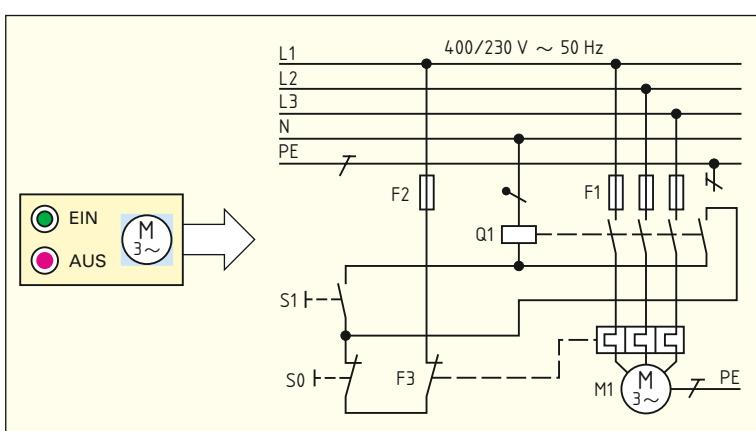

Bild 3: Schützschaltung
2. Zeichnen Sie im **Bild 3** die Leitungen und Kontakte des Steuerstromkreises rot nach.